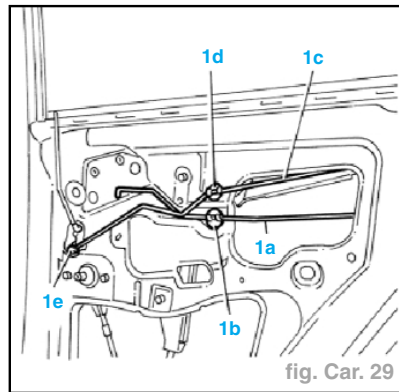

fig. Car. 29
- Dégager le tirant (1a) de renvoi d'ouverture de porte de sa glissière (1b), ainsi que le tirant de renvoi de dispositif de sécurité de sa glissière (1d) et du dispositif d'ancrage (1e) (fig. Car. 29).